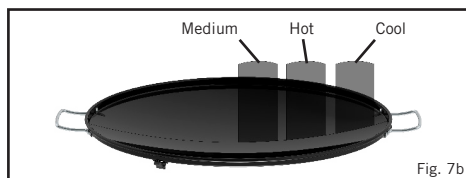

Fig. 7b
- Stektemperaturen kan lätt justeras efter behov genom att vrida Reglervredet (K) för att reglera värmen. En fördel med Diskgrillen är att den har olika värmezoner (Se Fig. 7b). Det hjälper eftersom en del matvaror blir klara fortare än andra, och den mat som blir klar först kan flyttas till svalare delar av stekhällen för varmhållning medan resten av maten fortfarande steks.